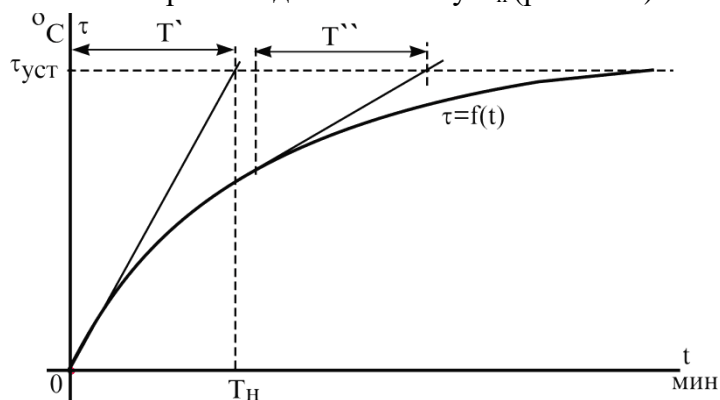

Рисунок 12.2. Кривую нагрева электродвигателя
2.4.1. Метод касательной. Касательная в начальной точке отсекает на линии  $\tau_{уст}$  отрезок, проекция которого на ось времени даст величину  $T_n$  (рис. 12.2).